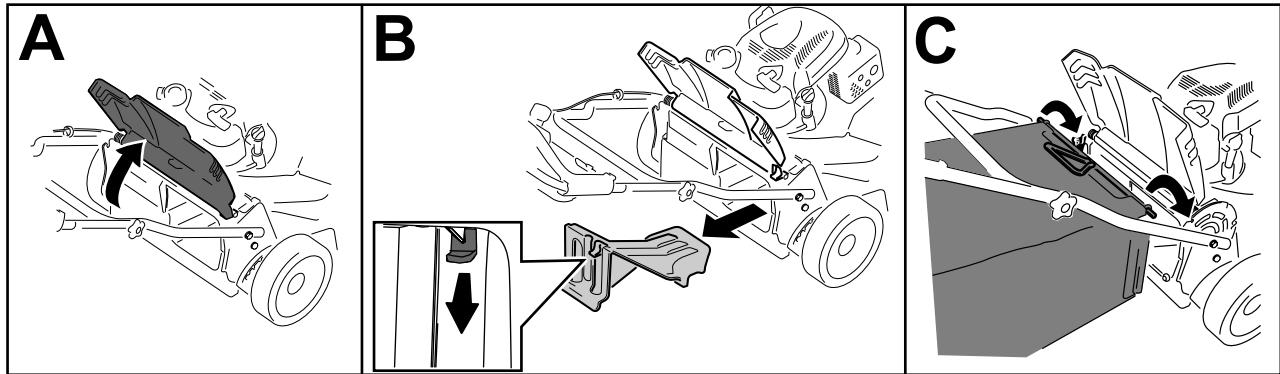

Figure 14
1. Soulevez le volet arrière et maintenez-le dans cette position (A de Figure 14).
2. Retirez l'obturateur d'éjection arrière en appuyant sur le dispositif de verrouillage avec le pouce et en tirant l'obturateur hors de la machine (B de Figure 14).
3. Placez la tige du bac dans les crans à la base du guidon et agitez le bac d'avant en arrière pour vous assurer que la tige est bien engagée au fond des deux crans (C de Figure 14)